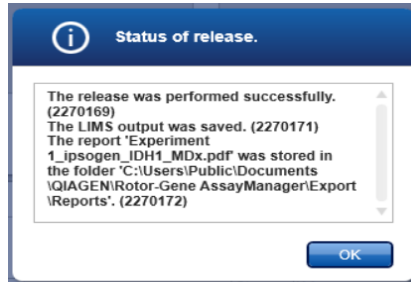

Abbildung 20. Dialogfeld „Status of release“.
19. Das Dialogfeld „Status of release“ (Freigabestatus) wird angezeigt. Klicken Sie zum Akzeptieren auf **OK** (Abbildung 20).